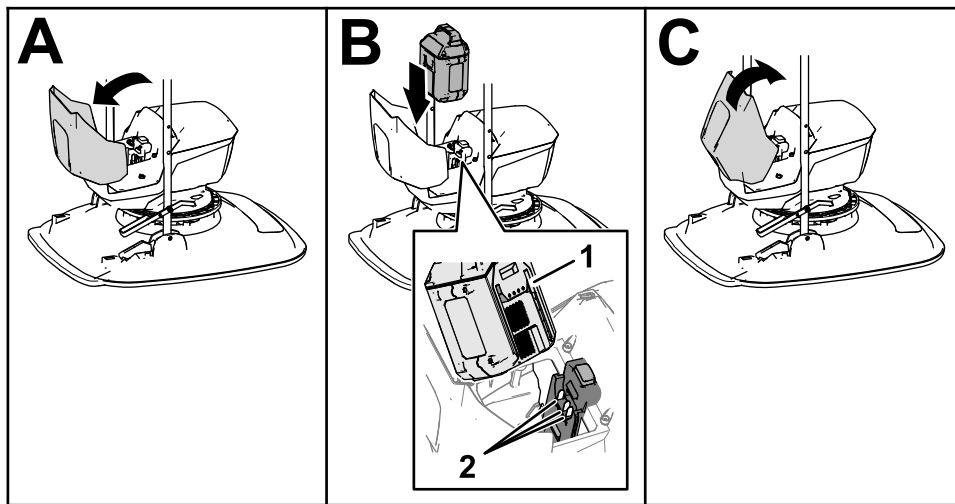

Рисунок 15
3. Відкрийте кришку відсіку акумуляторної батареї (Рисунок 15).